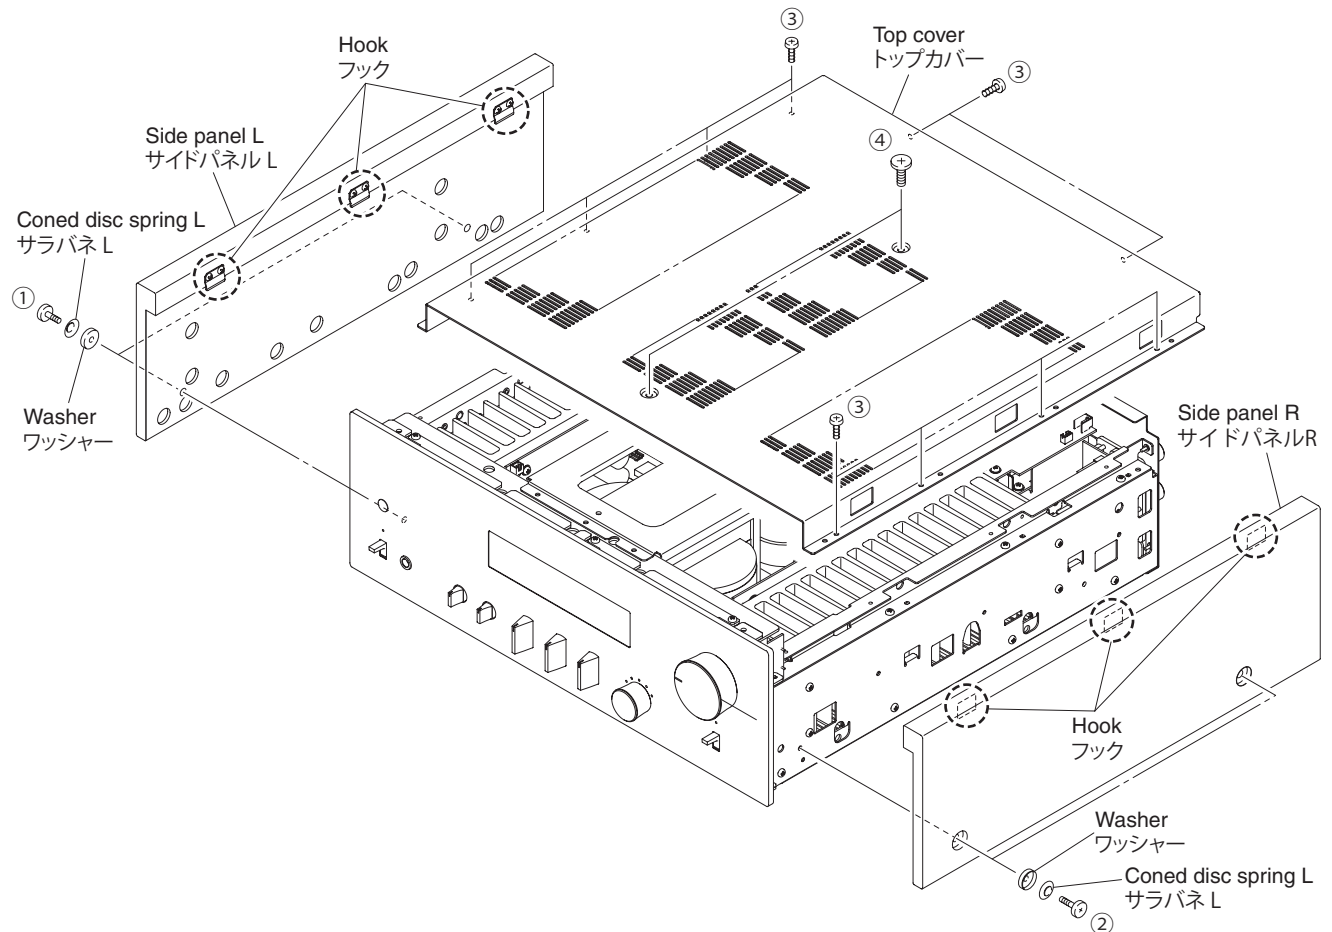

Fig. 1
- a. Remove 2 screws (①), together with the coned disc spring L and washer. (Fig. 1)
- b. Lift the side panel L a little, release hooks at 3 locations and then remove the side panel L. (Fig. 1)
- c. Remove 2 screws (②) together with the coned disc spring L and washer. (Fig. 1)
- d. Lift the side panel R a little, release hooks at 3 locations and remove the side panel R. (Fig. 1)
- a. ① のネジ 2 本をサラバネ L、ワッシャーと一緒に外します。(Fig. 1)
- b. サイドパネル L を少し持ち上げ、3ヶ所のフックを外し、サイドパネル L を外します。(Fig. 1)
- c. ② のネジ 2 本をサラバネ L、ワッシャーと一緒に外します。(Fig. 1)
- d. サイドパネル R を少し持ち上げ、3ヶ所のフックを外し、サイドパネル R を外します。(Fig. 1)
- a. Remove 10 screws (③) and 2 screws (④). (Fig. 1)
- b. Remove the top cover. (Fig. 1)
- a. ② のネジ 10 本、④ のネジ 2 本を外します。(Fig. 1)
- b. トップカバーを取り外します。(Fig. 1)